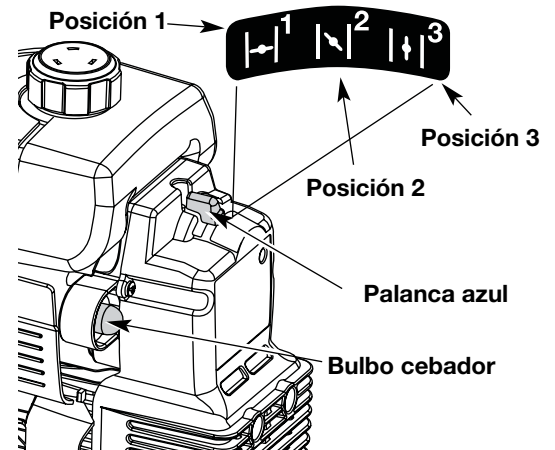

Fig. 10
- NOTA:** No hay necesidad de encender la unidad. El Control de Parada Encendido/Apagado (On/Off) está en la posición Encendido (ON) (I), en todo momento.
4. Coloque la palanca azul en **Posición 1** (Fig. 10).
10. Una vez que se haya calentado el motor, coloque la palanca azul del obturador en la **Posición 3** (Fig. 10). La unidad está lista para usarse.
SI... El motor titubea, regrese la palanca del obturador a la **Posición 2** (Fig. 10) y siga calentándolo.